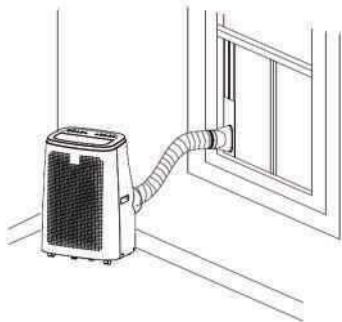

Figur 4
1. Flyt aircon ditionenheden med installeret varmerør og fittings hen foran vinduet. Afstanden mellem huset og væggene eller andre genstande skal være mindst 50 cm (som vist i figur 4).
2. Marker midten af vinduesrammen og kabinettet (fig. 2-4) (figur 2 viser et åbent vindue, figur 3 et skråt vindue og figur 4 et åbent ovenlys).